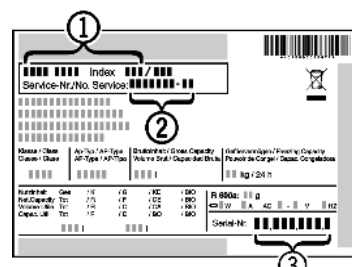

Fig. 30
- ▶ Leggere la denominazione dell'apparecchio Fig. 30 (1), il n° assistenza Fig. 30 (2) e il n° di serie Fig. 30 (3) sulla targhetta identificativa. La targhetta identificativa è situata all'interno dell'apparecchio, sul lato sinistro.
- ▶ Informare il servizio di assistenza e comunicare il difetto, la denominazione dell'apparecchio Fig. 30 (1), il n° assistenza Fig. 30 (2) e il n° di serie Fig. 30 (3).